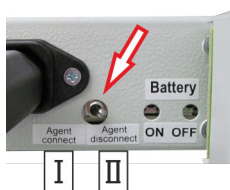

Abb. 15: Blockierschalter
- Vor dem Rücktransport des kompletten Systems den Blockierschalter (Abb. 15/ Pfeil) auf "Agent disconnect [blockiert]" (Abb. 15/ II) schalten.